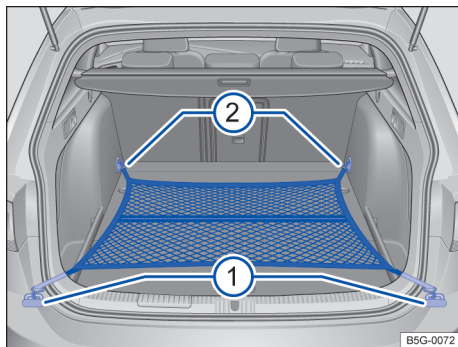

Fig. 167 No compartimento de bagagem: sacola de rede engatada alinhada com o solo.
- Conforme o caso, levante as argolas de amarração dianteiras → Fig. 167 ②.
- Fixe os ganchos da sacola nas argolas de amarração ② → ⚠. O zíper da sacola deve ficar para cima.
- Fixe os ganchos da sacola nas argolas de amarração ①.